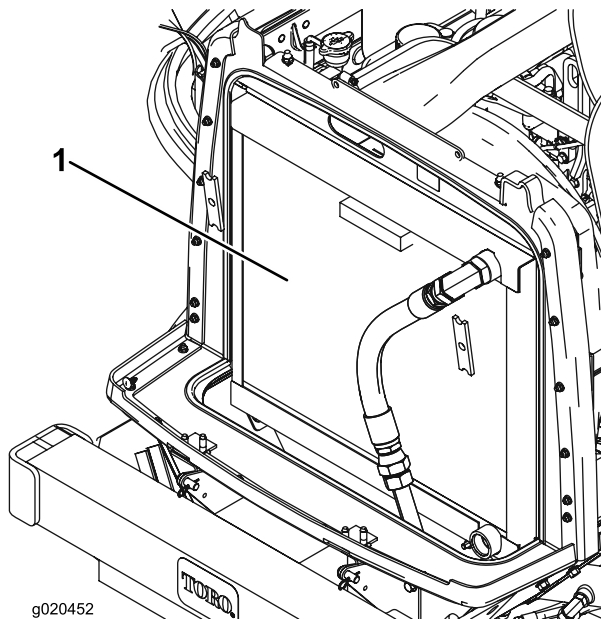

Bild 66
2. Reinigen Sie beide Seiten des Kühlers bzw. Ölkühlers (Bild 66) gründlich mit Druckluft. Blasen Sie Rückstände von vorne nach hinten heraus. Reinigen Sie dann von hinten und blasen Sie nach vorne. Wiederholen Sie dies mehrmals, bis alle Rückstände entfernt sind.